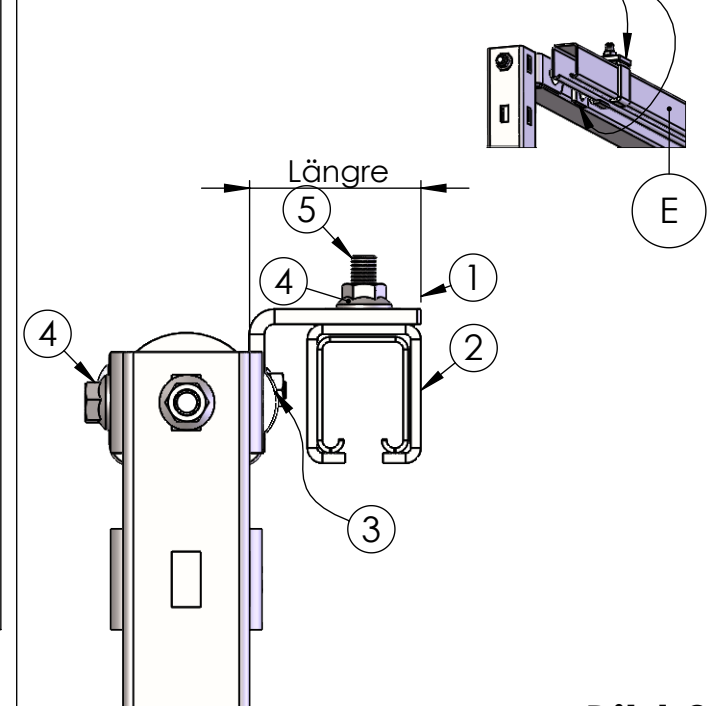

Bild 3
Upphängningsvinkeln (1) monteras enligt bild 3 med den längre delen horisontellt. Underkanten livas med överliggarröret och framkanten med konsolen. Senare går det att finjustera detta för att få en optimal placering av löpskenan.